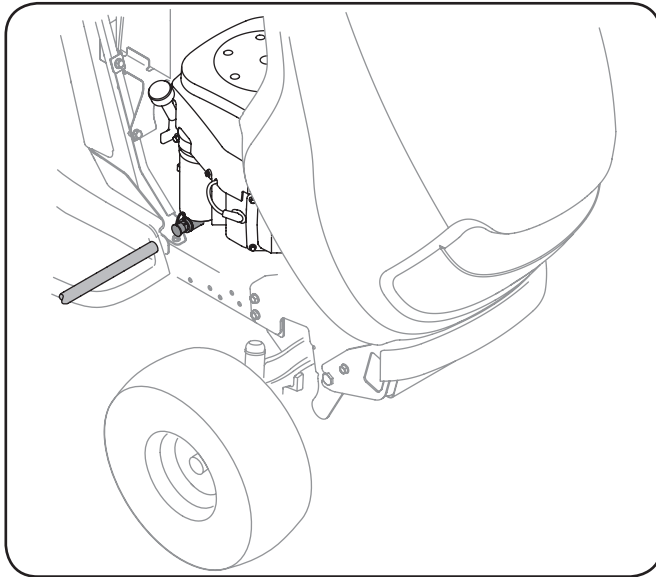

Figura 6-1
- Abra el capó del tractor y ubique el puerto de drenaje de aceite del lado izquierdo del motor. Vea la Figura 6-1.
- Apriete las lengüetas de la válvula de drenaje de aceite, luego tire hacia afuera para comenzar a drenar el aceite. Vea la Figura 6-1.